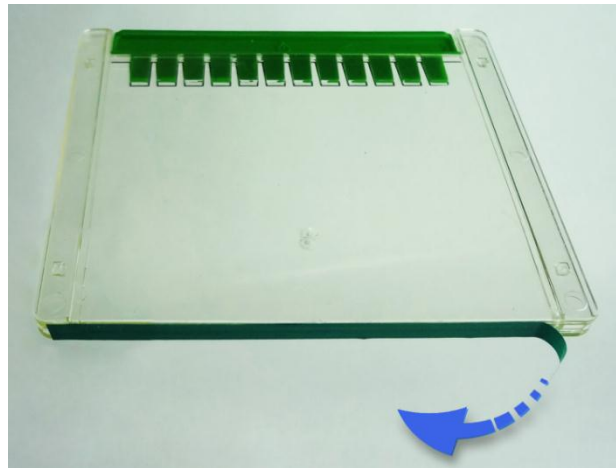

图 1. 撕下胶板底部胶带
2. 将 ExpressPlus™ 预制胶从包装袋中取出, 撕掉胶板底部的胶带 (见图 1)。